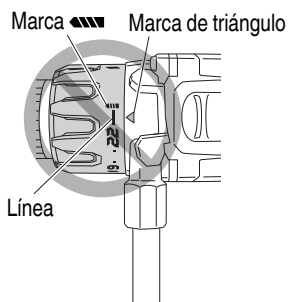

Fig. 17
- Evite usar la unidad con el número del dial del embrague entre "22" y la línea provista en el medio de la marca del taladro "//////". Si lo hiciese, se podrían producir daños (Consulte la Fig. 17).